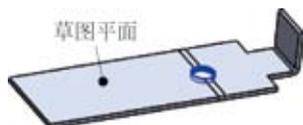
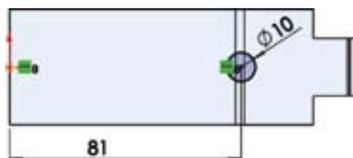

图 5.113 切除 - 拉伸 1
图 5.114 截面草图
**步骤 2** 创建如图 5.113 所示的切除 - 拉伸 1。单击  功能选项卡中的  按钮, 在系统提示下选取如图 5.113 所示的模型表面作为草图平面, 绘制如图 5.114 所示的截面草图。在“切除 - 拉伸”对话框  区域中选中 与厚度相等  与 正交切除 。单击  按钮, 完成切除 - 拉伸 1 的创建。